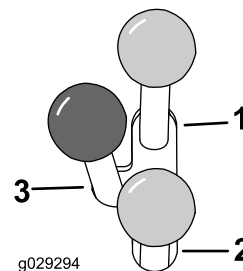

Figura 13
- Para accionar un accesorio hidráulico hacia adelante, mueva hacia adelante la palanca hidráulica auxiliar (Figura 13).
- Para accionar un accesorio hidráulico en sentido inverso, mueva hacia atrás la palanca hidráulica auxiliar (Figura 13).
**Nota:** Si usted suelta la palanca cuando ésta está en posición HACIA ADELANTE o HACIA ATRÁS, la palanca volverá automáticamente a la posición de PUNTO MUERTO (Figura 13).